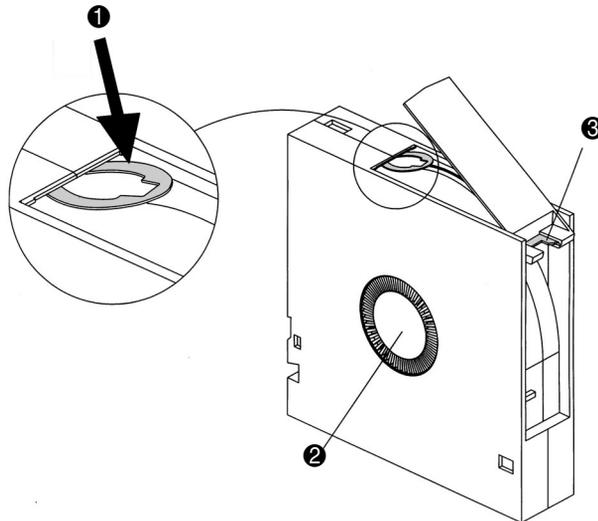
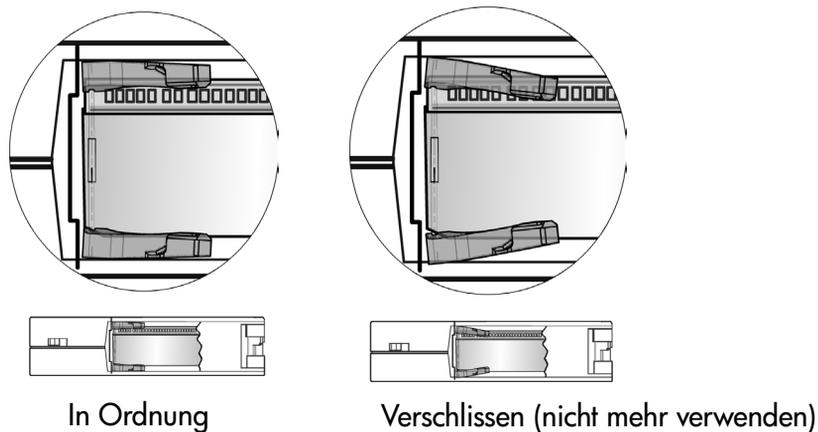

Abbildung 74: DLT-Bandführung in richtiger Position, Wickelkern und Freigaberiegel
Abbildung 76: SDLT-Spangenführungen
- Vergewissern Sie sich, dass sich der federgespannte Wickelkern (② in Abbildung 74 auf Seite 132) mittig in der kreisförmigen Öffnung auf der Unterseite der Bandkassette befindet.
- Führen Sie eine Sichtprüfung des Bands durch, um festzustellen, ob die Bandführung gebrochen, versetzt oder falsch ausgerichtet ist (① in Abbildung 74 auf Seite 132 und Abbildung 76 auf Seite 133). Falls am Ende der Bandführung keine ordnungsgemäße Schleife vorhanden ist, kann die Bandführung vom Laufwerk unter Umständen nicht eingezogen oder ausgeworfen werden. Die Verwendung einer eingezogenen Bandführung kann zur Beschädigung des Laufwerks führen.
Drücken Sie den Freigaberiegel hinein (❸ in Abbildung 74 auf Seite 132), um die Klappe der Kassette zu entriegeln. Drücken Sie dabei gleichzeitig den Riegel nach unten, um die Klappe zu öffnen. Berühren Sie nach dem Öffnen der Klappe das Band nicht. Kontrollieren Sie die richtige Position der Bandführung (❶ in Abbildung 74 auf Seite 132 und Abbildung 76 auf Seite 133).